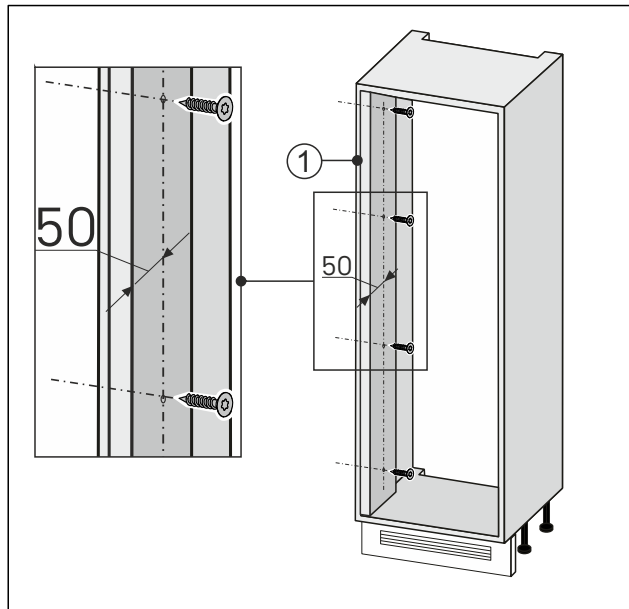

Fig. 90
- Wandausgleich an der Türöffnungsseite Fig. 90 (1) mit der Möbelschleuse verschrauben.